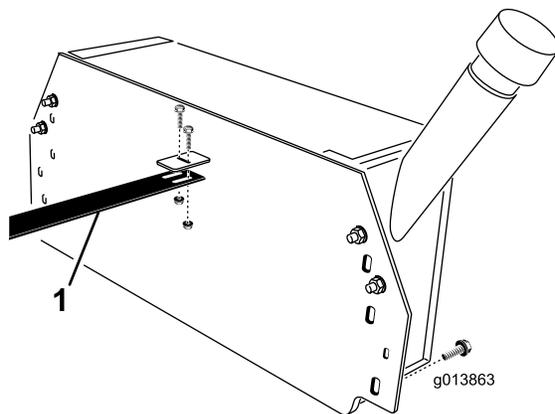

Figura 9
- Usando los dos pernos ($\frac{1}{4}$ " x $\frac{3}{4}$ ") y contratuercas con arandela prensada, sujete la guía de las mangueras al soporte del depósito hidráulico (Figura 9).